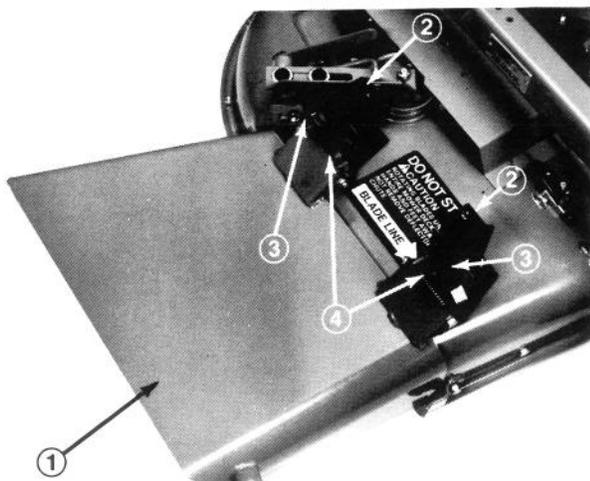

Figure 23
2. Placer les montants du déflecteur d'herbe à l'extérieur des pattes pivotantes (comprises dans le kit) et fixer les pièces avec les boulons à tête, les contre-écrou et les rondelles enlevés auparavant (Fig. 23). Les deux contre-écrous doivent se faire face. Serrer les contre-écrous jusqu'à ce qu'ils soient complètement contre les pivots du déflecteur.